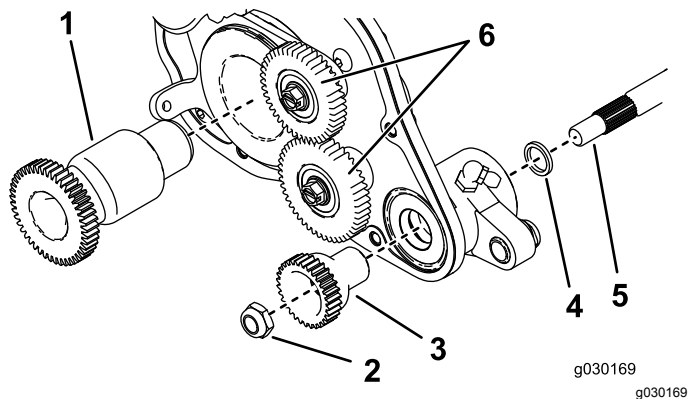

図 10
4. 駆動アセンブリのベアリングサポートとグルーマシャフトのスプラインに、グリスを塗布する 図 10。
6. グルーマシャフトのスプライン側の端部を駆動アセンブリのベアリングサポートに入れる 図 10。
8. 受動ギアロックナットで、ギアをグルーマシャフトに固定する 図 10。
13. グルーマ駆動ギアをリール右側のシャフト端部に取り付け 図 10、 $170\text{N}\cdot\text{m}$ ($17.3\text{kg}\cdot\text{m} = 125\text{ft}\cdot\text{lb}$) にトルク締めする。
- 14. アイドラギア 図 10 を取り付け、キャップスクリューを $13.5\text{N}\cdot\text{m}$ $1.38\text{kg}\cdot\text{m} = 120\text{in}\cdot\text{lb}$ にトルク締めする。